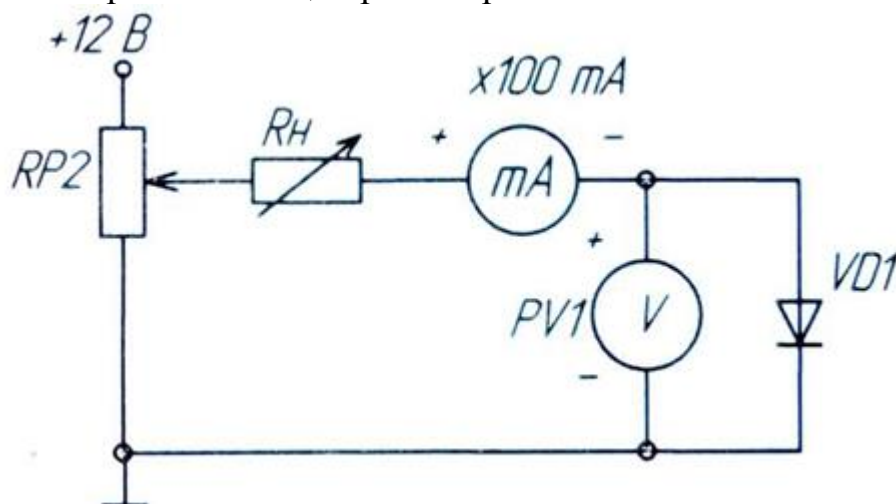

Рисунок 2.1 - Схема для исследования выпрямительного диода
а) собрать схему для исследования выпрямительного диода на постоянном токе в соответствии с принципиальной схемой рис. 2.1. Для измерения анодного тока включить миллиамперметр постоянного тока с пределом 100 мА. Для измерения анодного напряжения использовать мультиметр. Последовательно с диодом включить токоограничивающий резистор R_n .
Снять вольтамперную характеристику выпрямительного диода на постоянном токе для прямой ветви (рис. 2.1); для снятия характеристик регулировать напряжение на выходе потенциометра; результаты измерений занести в таблицу, по которой построить прямую ветвь ВАХ;
Выполнить пункты а, в для диода Шоттки, используя схему рис. 2.1. ВАХ построить на том же рисунке, что и в п.3. Сравнить ВАХ и параметры диода Шоттки с параметрами и ВАХ обычного выпрямительного диода.
Собрать схему для исследования прямой ветви ВАХ светодиода на постоянном токе подобно рис. 2.1, заменив $VD1$ на $VD3$, и подключив в качестве токоограничивающего резистора $R_B = 1\text{кОм}$; снять ВАХ и построить ее на том же рисунке, что и в п.3. Определить ток, при котором становится заметным свечение.
5. Почему на схемах рис. 2.1 и 2.2 по-разному включены измерительные приборы?